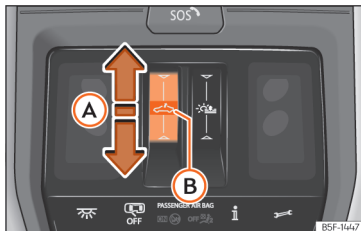

Fig. 87 En el revestimiento interior del techo: tecla del techo de cristal.
- Movimiento automático: deslice el dedo hacia atrás sobre el área funcional  >>> **fig. 87 A**.
- Antes de que transcurran aprox. 5 segundos desde la activación de la función antiaprisionamiento, deslice el dedo hacia delante sobre el área funcional » » fig. 87 (A) y mantenga presionado hasta que el techo se cierre completamente.